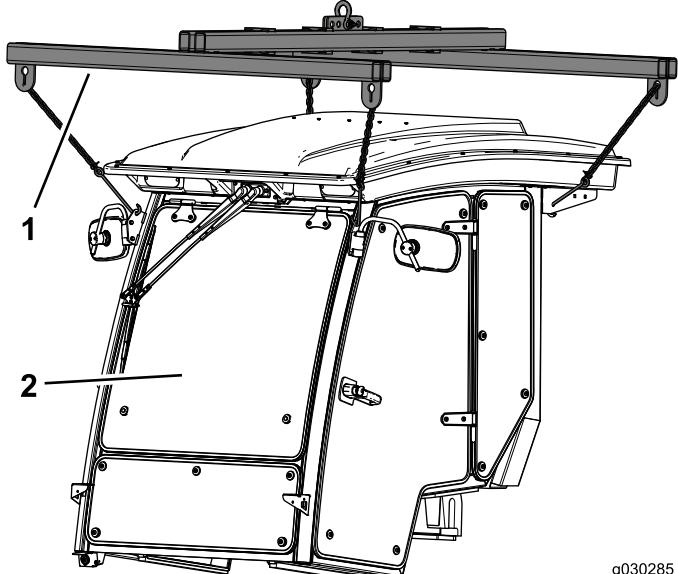

Figura 16
- Utilize o guincho da cabina Toro, ou semelhante, para sustentar a cabina (Figura 16).